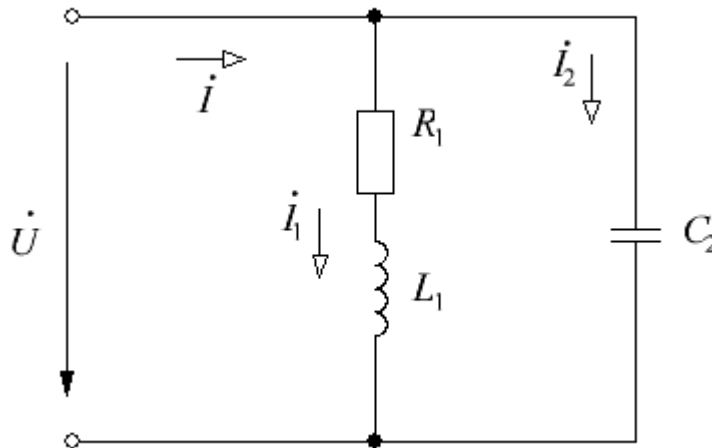

Рисунок 7 – Расчетная схема электрической цепи
1. Изобразим схему электрической цепи без измерительных приборов и покажем на ней произвольно выбранные направления токов в ветвях (см. рис. 7).